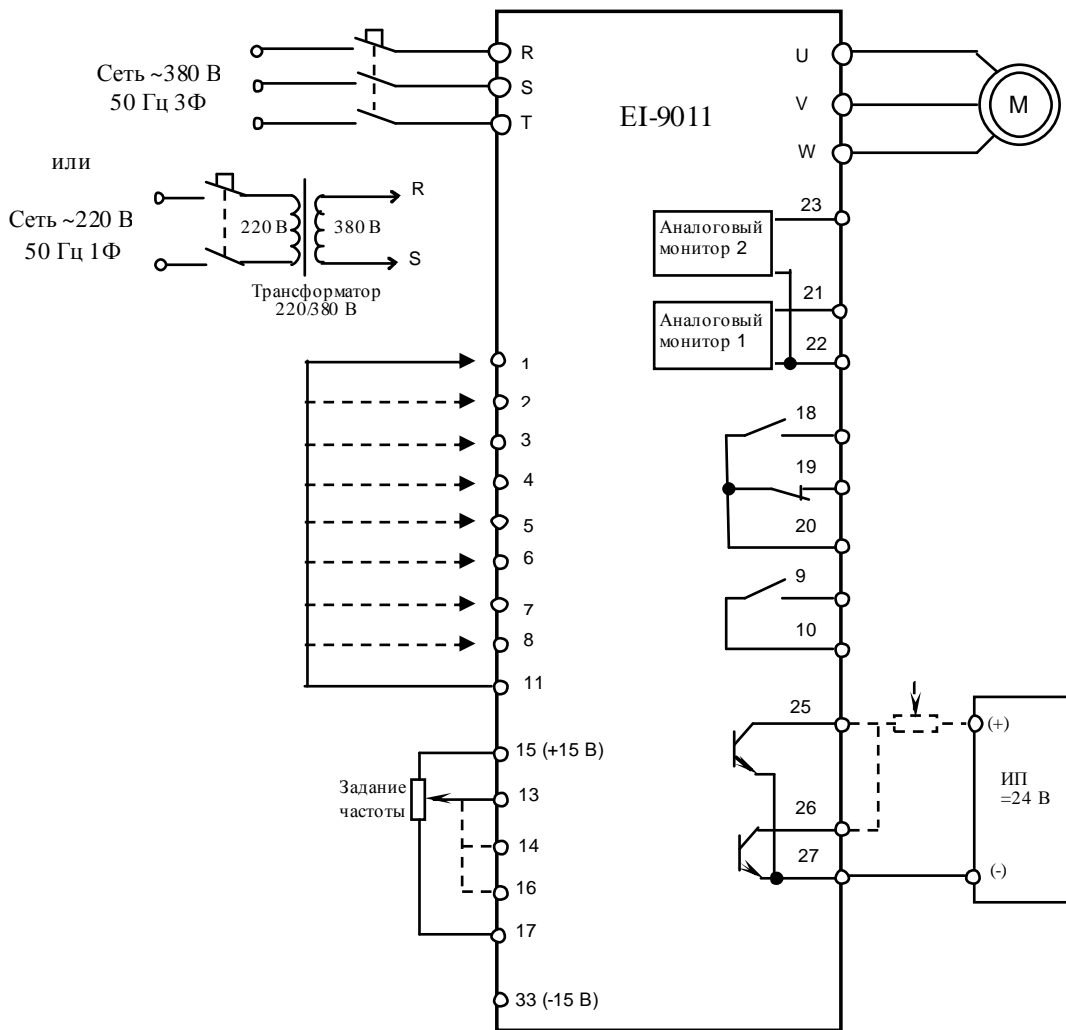

Рис. 4.14. Диагностика цепей управления преобразователя EI-9011.
4.16.18. Отсоединить потенциометр от клемм 15, 16, 17 и присоединить его к клемме 25 и к источнику питания  $\approx 24$  В, как показано на рис. 4.14. Включить источник питания. При помощи мультиметра в режиме измерения постоянного напряжения  $V=$  измерить напряжение между клеммами 25 и 27 – должно быть  $24 \pm 2$  В.